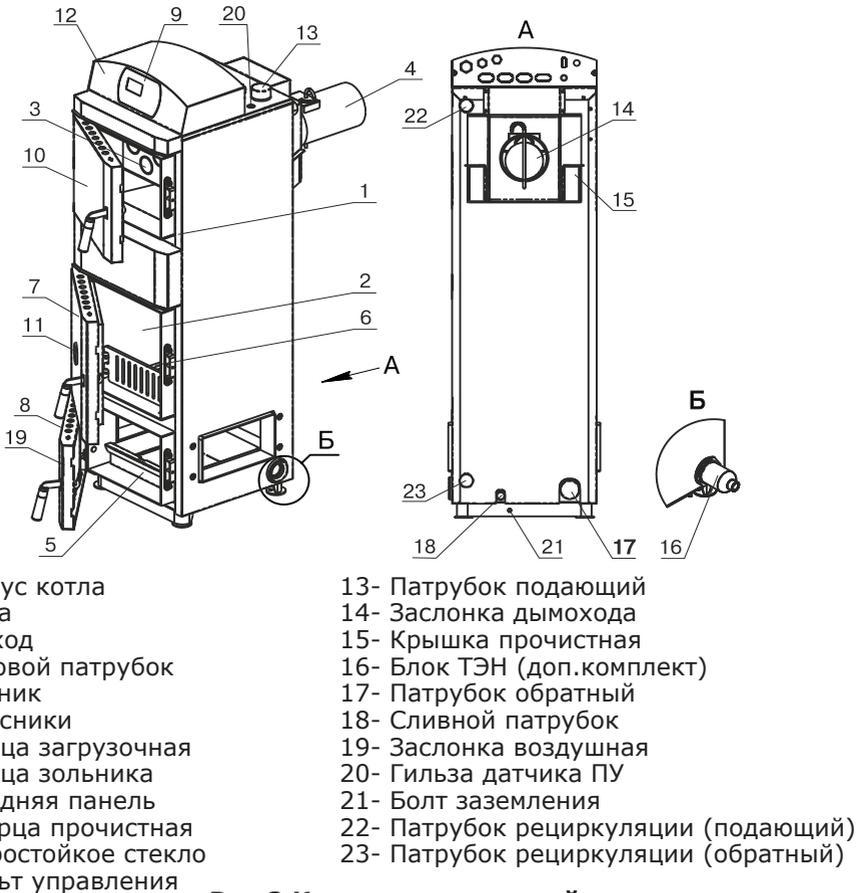

Рис.2 Котел отопительный
4.6.4. Эксплуатировать котел при температуре воздуха в помещении котельной ниже 0°C, неполном заполнении системы отопления водой и с открытыми дверцами (поз. 7, 8,10) (см. рис.2).
5.2. Котел отопительный (рис.2) состоит из сварного корпуса (поз.1), топки (поз.2) конвективного газохода (поз.3) и дымового патрубка (поз.4).
5.3. В нижней части котла (рис.2) вместо заглушки может вворачиваться блок ТЭН (поз. 16), мощностью от 3 до 12 кВт и подключаться к трехфазной электросети ~380В ± 10% через пульт управления ПУ ЭВТ-И1.
Блоки ТЭН, мощностью до 9 кВт можно подключать к однофазной электросети напряжением ~220В ± 10%. При подключении блока ТЭН необходимо учитывать, что сеть электропитания должна быть рассчитана на указанные нагрузки. Датчик температуры пульта ПУ ЭВТ-И1 необходимо установить в гильзу (поз. 20), (рис.2).
- открыть загрузочную дверцу (рис.2, поз.7), вынуть дымовой патрубок (поз.4),